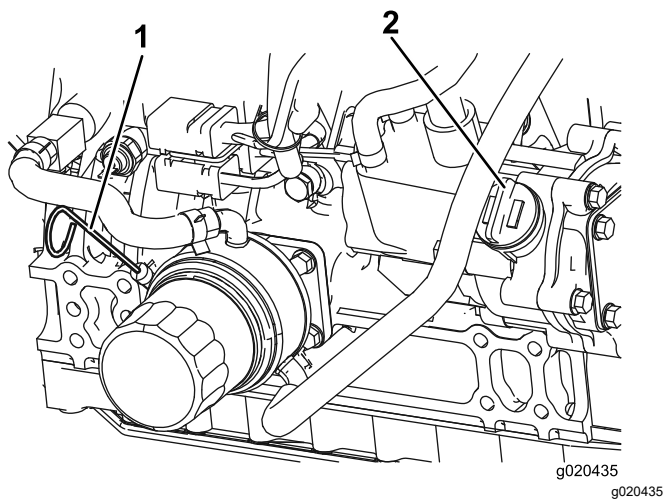

Bild 72
Der Ölstand sollte im sicheren Bereich liegen (Bild 72).
4. Wenn der Ölstand unter dem sicheren Bereich liegt, nehmen Sie den Fülldeckel ab (**Bild 72**) und gießen Sie genug Öl ein, um den Ölstand bis zur VOLL-Markierung anzuheben.